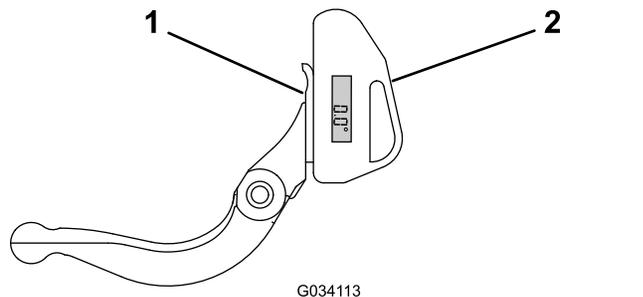

Bild 29
1. Positionieren Sie den Neigungsmesser an der Unterseite des Untermessers, wie in Bild 29 abgebildet.